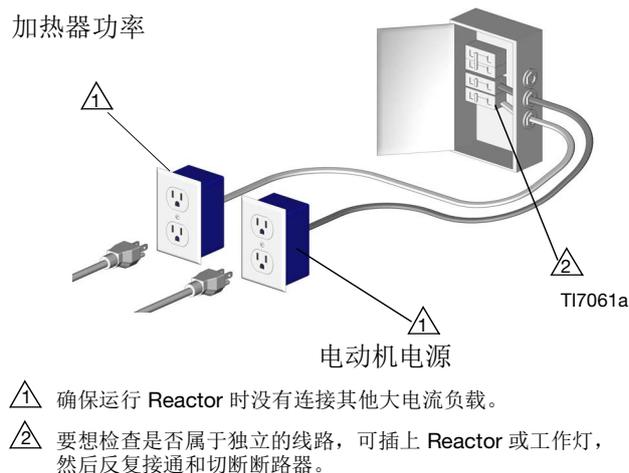

图 4 使用两个独立的线路
1. 将 Reactor 连接到所用型号的正确电源。参见表 4。电源线必须连接到两条独立的专用线路。参见图 4。